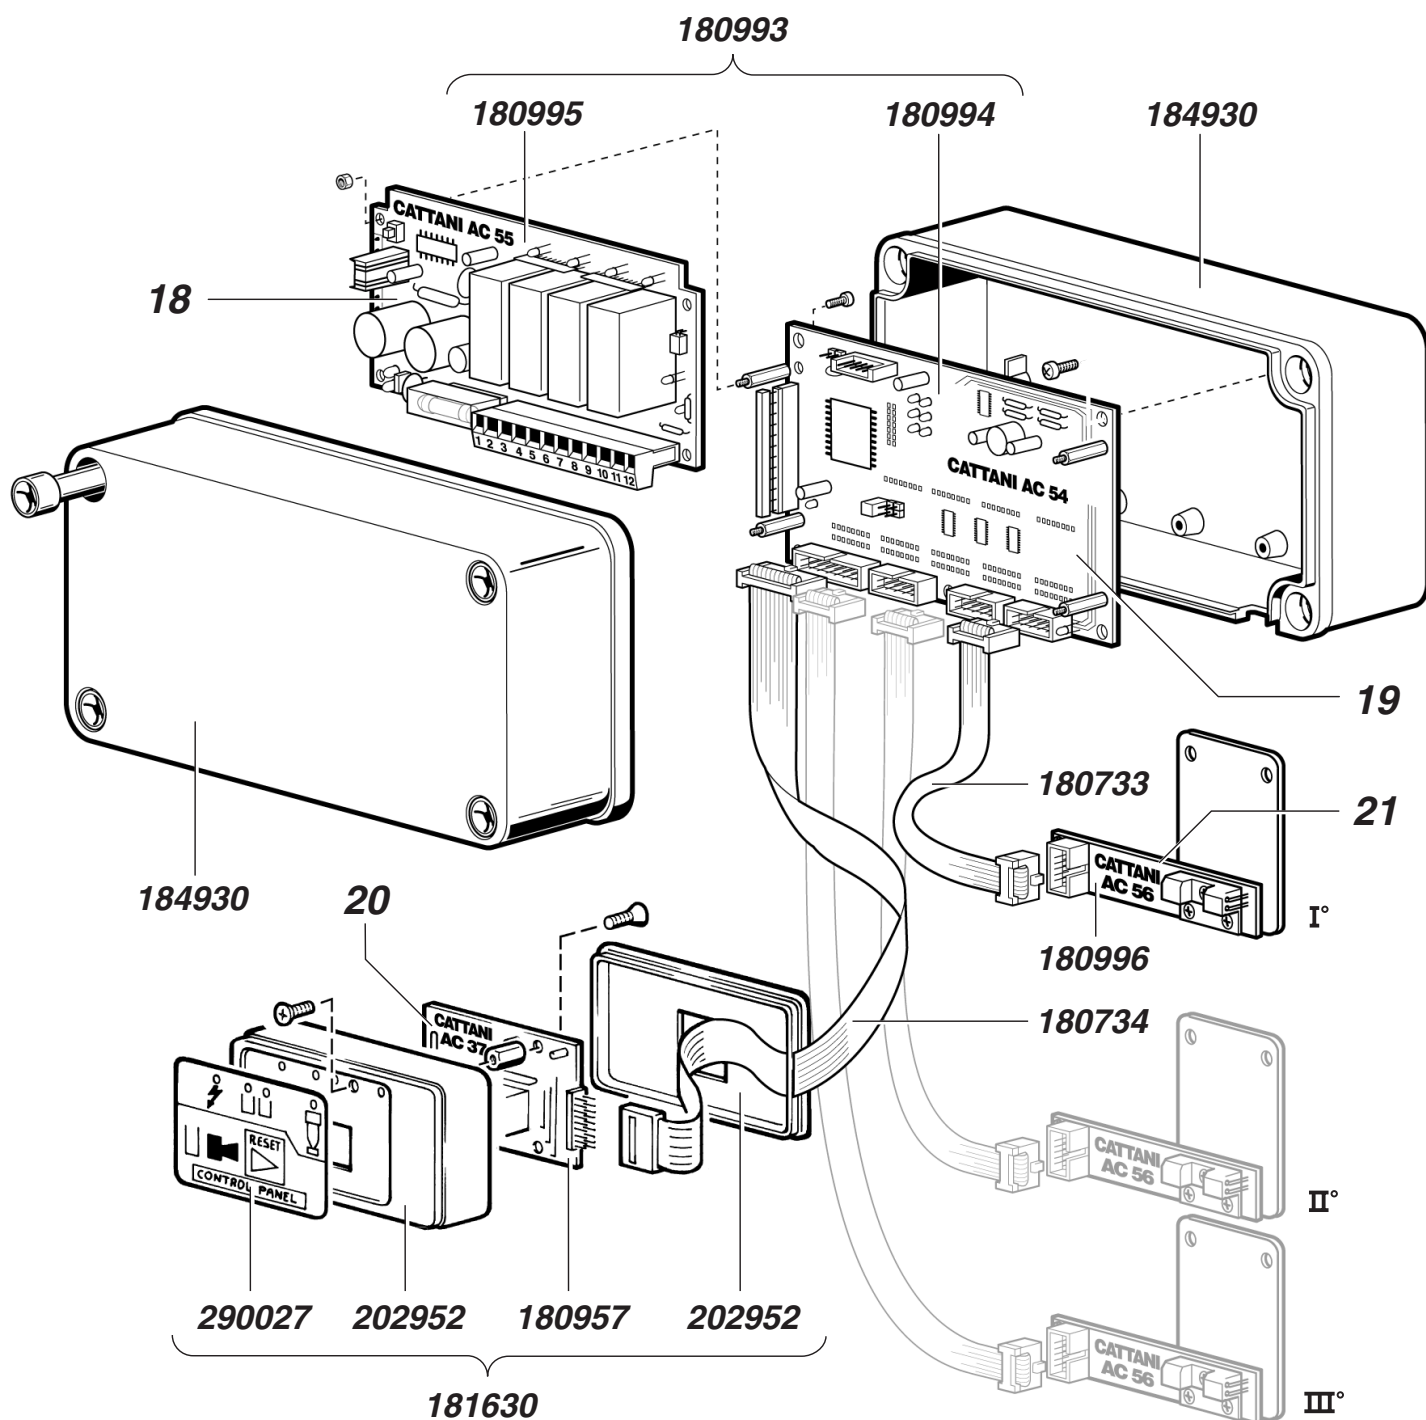

Fig. 4
En la parte lateral del recipiente de recogida de la amalgama (5), **un par de fotodiodos (22) detecta el nivel de amalgama en el recipiente**; un señal luminosa amarillo (7) y una señal acústica avisan de que el nivel de amalgama en el recipiente se halla al **95%**. Presionar el botón (10) para silenciar la señal acústica. El Hidrociclón continúa trabajando regularmente, mientras que la señal luminosa (7) permanece encendida. Cuando el señal luminosa (8) junto con la señal acústica, avisa de que **el nivel de amalgama se halla al 100%**, la señal acústica puede silenciarse con el botón (10); el Hidrociclón continuará trabajando hasta que se apague el aparato. Posteriormente, **no se podrá retomar el trabajo** hasta que no se sustituya el recipiente de recogida. El sistema de alarma, véase la fig. 4, está formado por una ficha de potencia AC 55 y una de lógica AC 54, montadas superpuestas de tal modo que forman un bloque único; el sistema está dotado también de un panel de control AC 37 y de un máximo de tres detectores de nivel AC 56 conectados en serie entre ellos, de tal modo que la ficha AC 54 consigue controlar hasta un máximo de tres separadores, pero es suficiente que uno de ellos alcance un nivel crítico de 95% o 100% para que todo el sistema entre en estado de alarma. La ficha AC 55 está predispuesta con cuatro salidas a relé; una para el 95%, otra para el 100%, otra para el buzzer y la cuarta para el contacto, normalmente cerrado, que bloquea la aspiración cuando se alcanza el máximo nivel con las modalidades antes descritas. Además, la ficha está provista de un contacto de restablecimiento externo. Para facilitar la gestión es posible colocar, utilizando las salidas a relé, un panel de control en cerca de la zona terapéutica operativa, incluso en el caso de separación de amalgama centralizada. **Las fichas están todas alimentadas con baja tensión a 24 V ~ AC** y pueden ser proporcionadas sin cobertura de protección o en las fundas correspondientes con grado de protección IP20; véase la fig. 4.